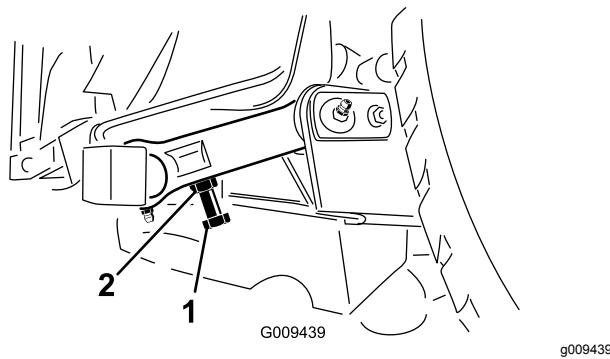

Figura 29
- Per mettere a punto la distanza dovete accedere al bullone di regolazione, sull'attacco orientabile posteriore dell'apparato di taglio (Figura 29). Allentate il controdado del bullone di regolazione. Allentate o serrate i bulloni di regolazione fino ad ottenere una luce di 10-16 mm, quindi serrate il controdado.